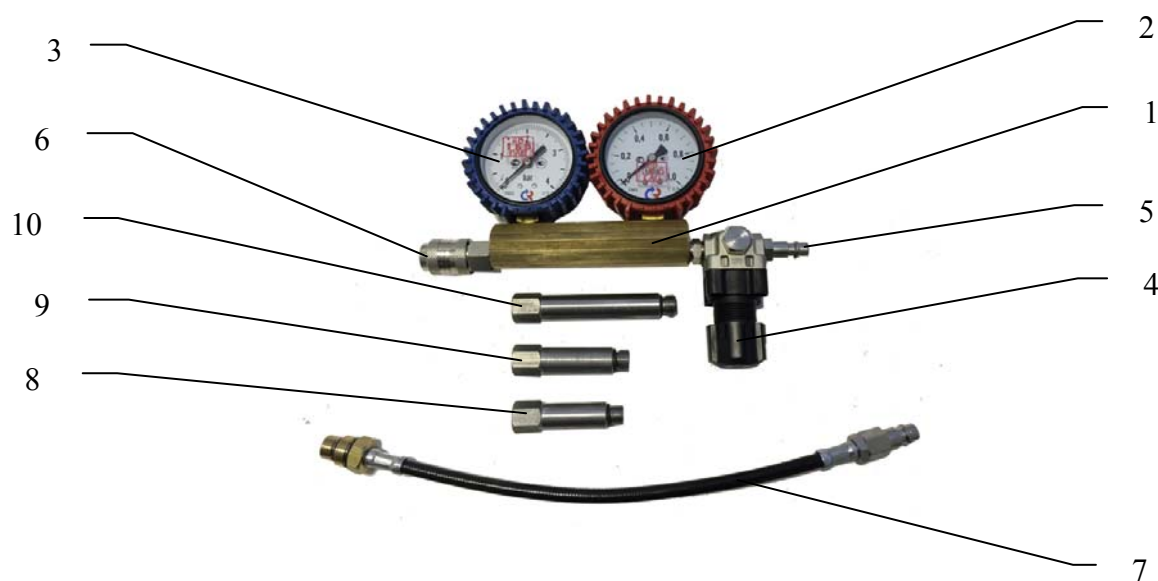

Рис.1 (пневмотестер)
- Подключить шланг (рис.1, поз.7) пневмотестера к свечному отверстию проверяемого цилиндра, при необходимости используя адаптеры (рис.1, поз.8-10) из комплекта поставки ***
- Подключить прибор к источнику сжатого воздуха с давлением 4-6Бар (к магистральному воздухопроводу или пневмокомпрессору) через штуцер (рис.1, поз.5)
ВНИМАНИЕ! Во избежание повреждения прибора, перед присоединением к источнику сжатого воздуха убедитесь, что регулятор редуктора давления (рис.1, поз.4) повернут в направлении против часовой стрелки до упора (к символу «←» на регуляторе)
- Поворотом регулятора редуктора давления (рис.1, поз.4) в направлении по часовой стрелке установить на манометре контроля входящего давления (рис.1, поз.2) значение в диапазоне от 4 до 6 Бар
- Подсоединить шланг измерительный (рис.1, поз.7) штуцером к цанге БРС (рис.1, поз.6) пневмотестера
- Со шкалы манометра контроля утечек (рис.1, поз.3) снять показания
ВНИМАНИЕ! Перед отсоединением компрессионного шланга, во избежание повреждения прибора, необходимо уменьшить давление сжатого воздуха поворотом регулятора редуктора давления (рис.1, поз.4) в направлении против часовой стрелки до упора (к символу «←» на регуляторе)
Даже при минимальном износе цилиндров, в силу наличия конструктивных зазоров, всегда имеется определенная утечка воздуха. Тем не менее на исправном двигателе стрелка на манометре контроля утечек (рис.1, поз.3) должна показывать снижение давления не более, чем на 15-30% от первоначально установленного. Очень важна разница показаний по всем цилиндрам, допустимая в пределах 10-15%.
II. Установить с помощью редуктора (рис.1, поз.4) значение входящего давления на манометре (рис.1, поз.2) 6Бар. Показания манометра утечки (рис.1, поз.3) в этом случае не имеют значения